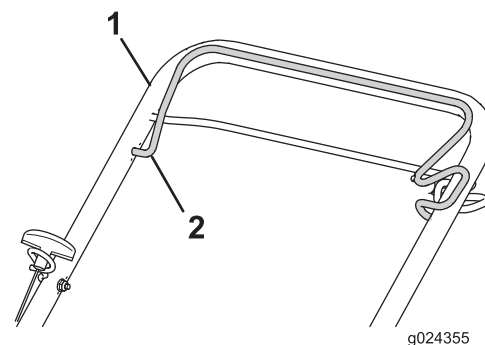

Figura 16
3. Sujete la barra de control de la cuchilla contra el manillar superior (Figura 16).